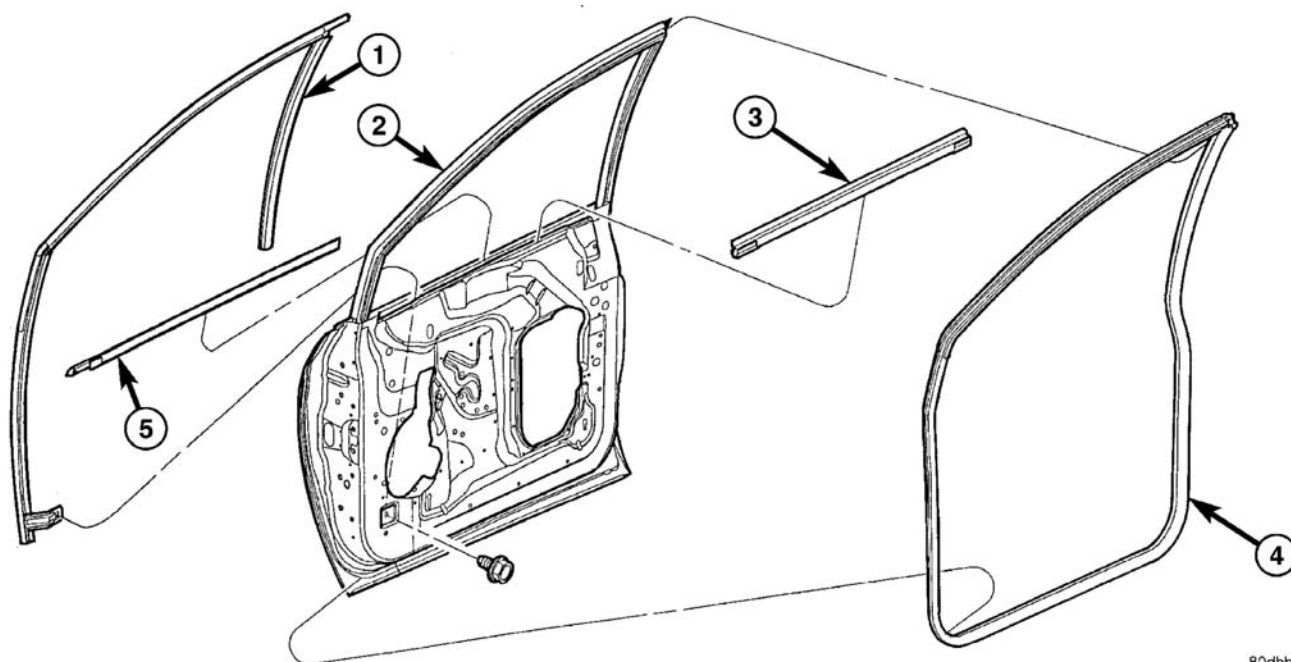

图 1 前门窗玻璃槽密封条
- (1) 拆卸车门框防水嵌条。
- (2) 由底向上，将密封条自车门框后部的玻璃槽拉出。
- (3) 拆开将密封条固定到车门框的夹子。
- (4) 沿着车门框上部将密封条从凸缘拉出（图1）。
- (5) 卸下车门装饰板。
- (6) 若配备，卸下车门扬声器。
- (7) 根据需要卸下密封条，以接近将前下角玻璃槽密封条固定到内侧车门板的螺钉。
- (8) 卸下将门窗玻璃槽密封条装接到内车门板的螺钉。
- (9) 拆卸内侧门窗玻璃夹槽密封条。
- (10) 将密封条自前玻璃槽拉出。
- (11) 将门窗玻璃槽密封条拆离车辆。
(1) 拆卸侧后视镜。（参见 23-车身/外部/侧后视镜-拆卸）
(2) 卸下车门装饰板。
(3) 将车门玻璃摇下。
(4) 使用钩形工具，断开门窗玻璃夹槽嵌条内缘底座的互锁凸缘（图 1）。
(5) 将门窗玻璃夹槽嵌条从车门拆下。
(1) 将门窗玻璃夹槽嵌条装到车门上（图 1）。
(2) 在车门板门窗玻璃夹槽嵌条内缘底座上结合锁唇。
(3) 安装车门装饰板。